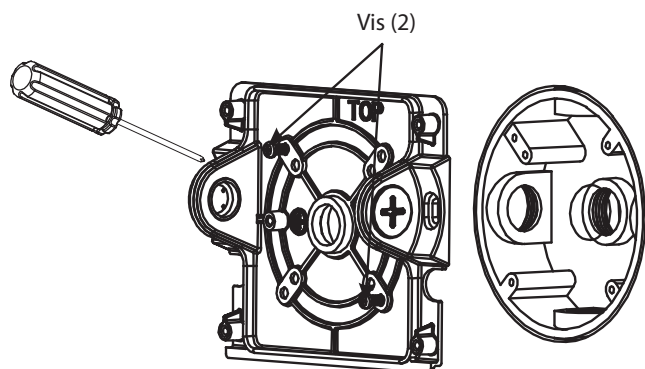

Fig. 5
5. Monter la plaque arrière du boîtier sur la surface ou sur la boîte de jonction (fournie par d'autres) et la fixer avec (2) vis (fournies par d'autres) comme indiqué à la Fig.5.